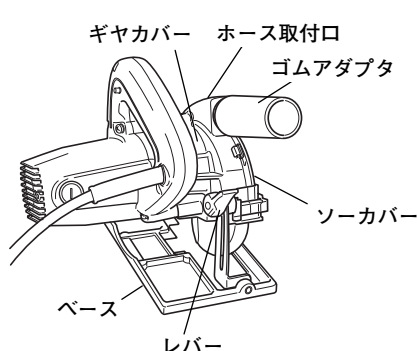

図 5
(図5)
(15 ページの図 5 参照)
- レバー(図 5 参照)がゆるんでいると、けがの原因になります。十分締まっていることを確認してください。